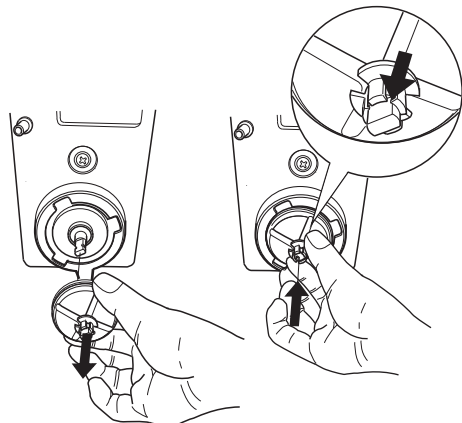

Fig. 10
- Para desmontar las paletas basta con tirar ligeramente de ellas para liberarlas (fig. 10);